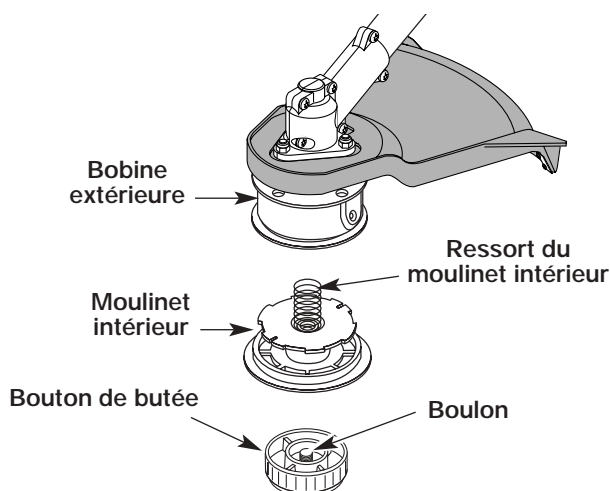

Fig. 12
1. Tenez la bobine extérieure d'une main et dévissez le bouton de butée vers à droite (Fig. 12). Inspectez le bouton à l'intérieur du bouton de butée pour vous assurer qu'il se déplace librement. Remplacez le bouton de butée s'il est endommagé.
2. Retirez le moulinet intérieur de la bobine extérieure (Fig. 12).
3. Retirez le ressort du moulinet (Fig. 12).
1. Tenez la bobine extérieure d'une main et dévissez le bouton de butée vers à droite (Fig. 12). Inspectez le boulon à l'intérieur du bouton de butée pour vous assurer qu'il se déplace librement. Remplacez le bouton de butée s'il est endommagé.
2. Retirez l'ancien moulinet intérieur de la bobine extérieure (Fig. 12).
3. Retirez le ressort de l'ancien moulinet intérieur (Fig. 12).